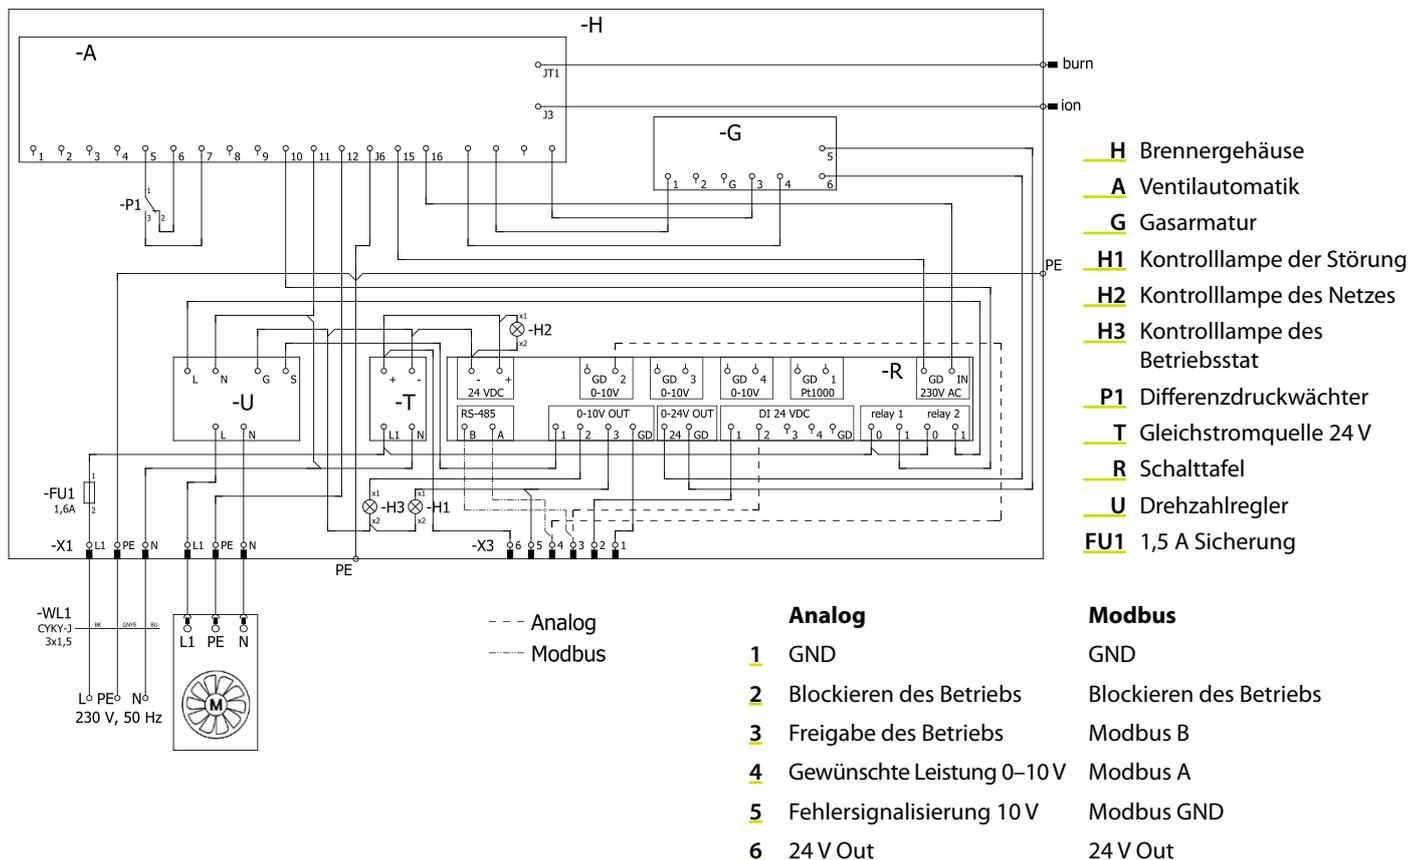

Abb. 43: Innerer Elektroanschluss für HELIOS 10 bis 50, Variante M mit AC-Motor
empfohlen, die Strahler zu Regelzonen nach den Temperatursensoren zu vereinen und eine Gruppe der Strahler stets durch ein Signalpaar „Betriebsaktivierung + gewünschte Leistung“ gemäß Abb. 43 zu steuern. Der Betrieb des IR-Strahlers wird rückwirkend durch das Signal +10 V auf der Position (5) im Stecker X3 signalisiert.